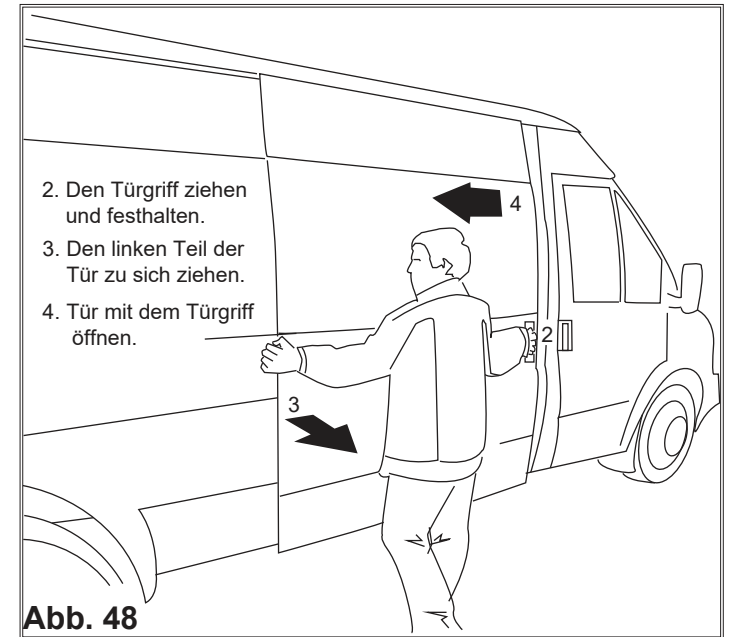

Abb. 48
2. Den Türgriff ziehen und festhalten, (Abb. 48).
3. Den linken Teil der Tür zu sich ziehen, (Abb. 48).
4. Die Tür mit dem Türgriff nach links öffnen, (Abb. 48).